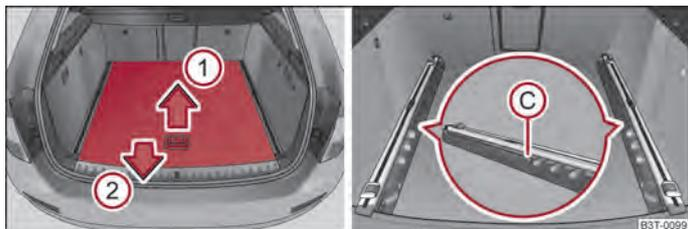
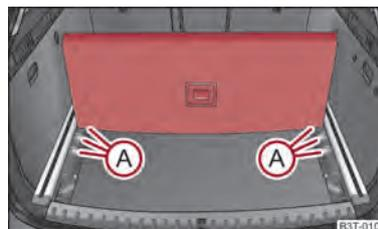

Abb. 76 Gepäckraum: variablen Ladeboden teilweise herausziehen
Abb. 77 Gepäckraum unterteilen
- Fassen Sie den hinteren Teil des variablen Bodens am Griff an, heben Sie ihn etwas in Pfeilrichtung ① an ⇒ Abb. 76 und ziehen Sie ihn über den Stoßfänger in Pfeilrichtung ② heraus, bis er in der Öffnung ③ einrastet ⇒ Abb. 76.
- Zum Hineinschieben des variablen Ladebodens fassen Sie den Teil des Bodens am Griff, heben ihn etwas in Pfeilrichtung ① an und schieben ihn bis zum Anschlag nach vorn.
- Fassen Sie den hinteren Teil des Bodens im Griff an, heben Sie ihn in Pfeilrichtung ① ⇒ Abb. 76 und setzen den hinteren Rand in eine der Öffnungen ② ein ⇒ Abb. 77.